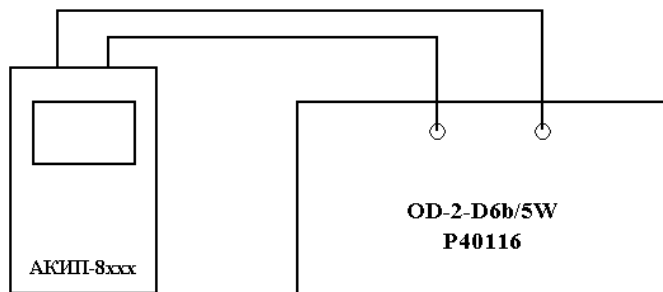

Рисунок 3 – Схема соединения приборов при определении диапазона и основной абсолютной погрешности в режиме измерения сопротивления, сопротивления изоляции.
- входные разъемы поверяемого измерителя, предназначенные для измерения сопротивления, соединить при помощи измерительных проводов с разъемами магазина мер сопротивлений OD-2-D6b/5W (см. рис. 3);
- входные разъемы поверяемого измерителя, предназначенные для измерения сопротивления изоляции, соединить при помощи измерительных проводов с разъемами меры-имитатора Р40116 (см. рис. 3);
- рассчитать значение абсолютной погрешности измерений по формуле (1).